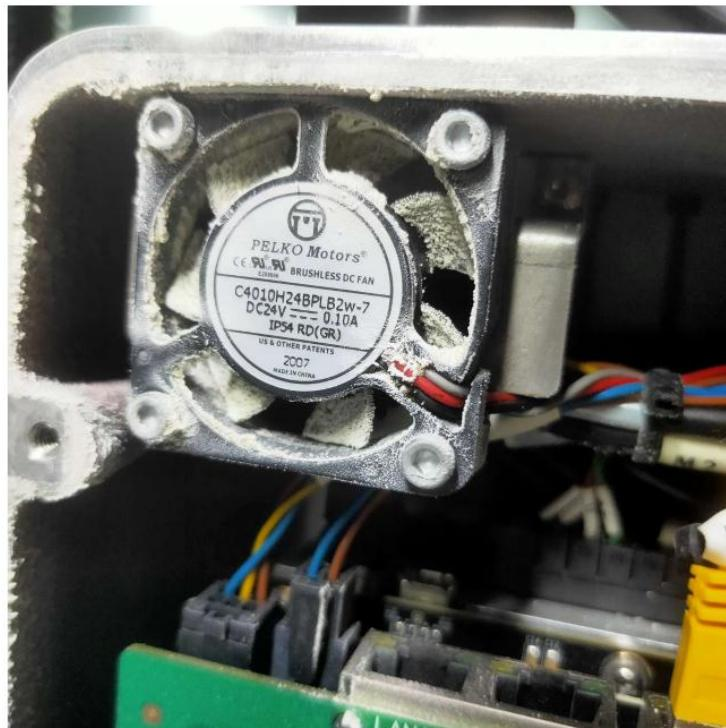

图 5-11 布满灰尘的风扇
**步骤3** 将固定布满灰尘风扇从固定钣金上拆卸下来，剪掉部分固定线缆的扎带，把风扇的一端从控制柜中取出来。如图 5-11 所示。